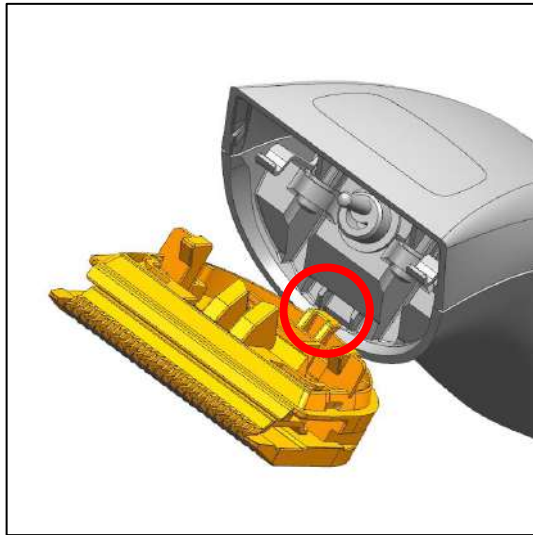

Abb. 26
- a) Setzen Sie den Schneidsatz mit der hinteren Haltenase im Gehäuseunterteil an (Abb. 26).